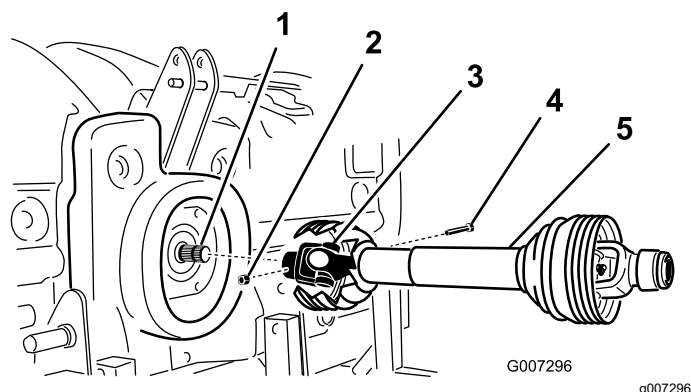

Figura 11
- Monte o veio da transmissão da tomada de força no veio de entrada da caixa de velocidades da máquina (Figura 11) com um parafuso (½ pol. x 3 pol.) e uma porca (½ pol.).